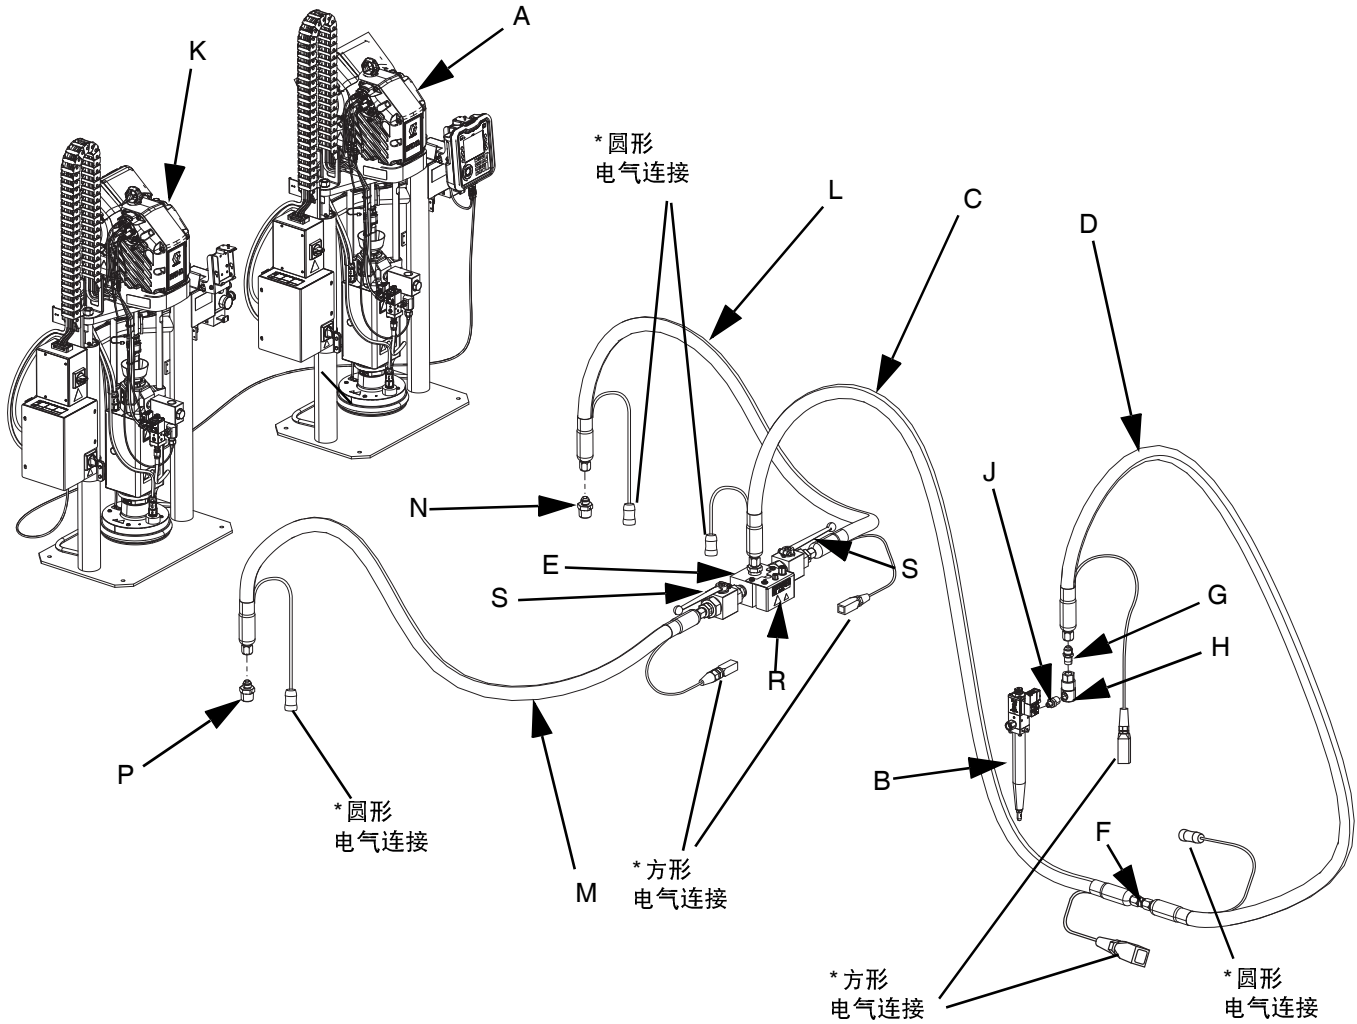

图 2: 串联 E-Flo iQ 分配系统
注意: 图 2 显示了典型的 E-Flo iQ 分注系统安装组件, 安装组件包括串联 iQ 立柱供料系统、软管、连接装置及 iQ 分注阀。根据系统需要, 某些安装组件不需将供料软管 2 (D) 连接至分注阀 (B)。